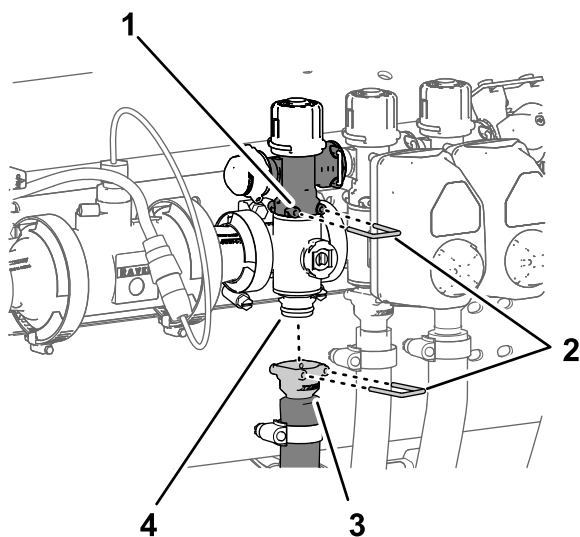

Figura 110
- Retire o pino de ligação rápida que prende o acoplador de ligação rápida para a válvula de distribuição de secção à válvula do coletor da secção (Figura 110).
2. Retire o pino de ligação rápida que prende o acoplador de ligação rápida para o tubo de fornecimento de secção ao coletor para a união de ligação rápida da válvula do coletor da secção (Figura 110).